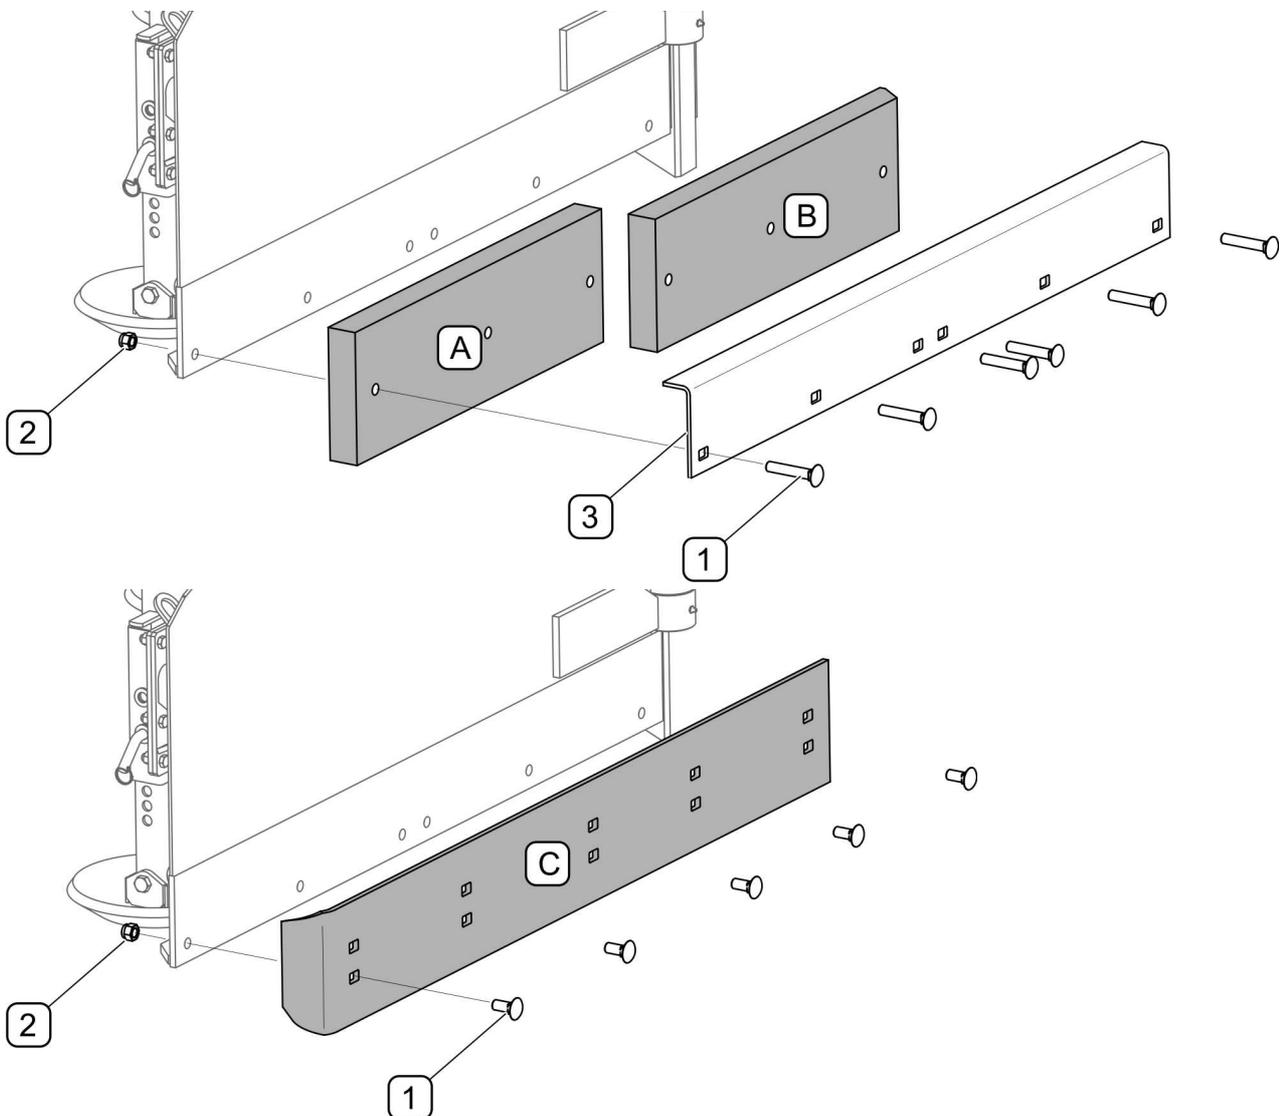

ABBILDUNG 5.1 Auswechslung der Verschleißschiene
Die Gummi-Verschleißschiene besteht aus zwei Segmenten (A, B) (ABBILDUNG 5.1) Um die Segmente der Schiene zu entfernen, müssen die Muttern (2) abgeschraubt, die Schrauben (1) herausgenommen und die Andruckleiste (2) abgenommen werden. Die Montage in umgekehrter Reihenfolge durchführen.